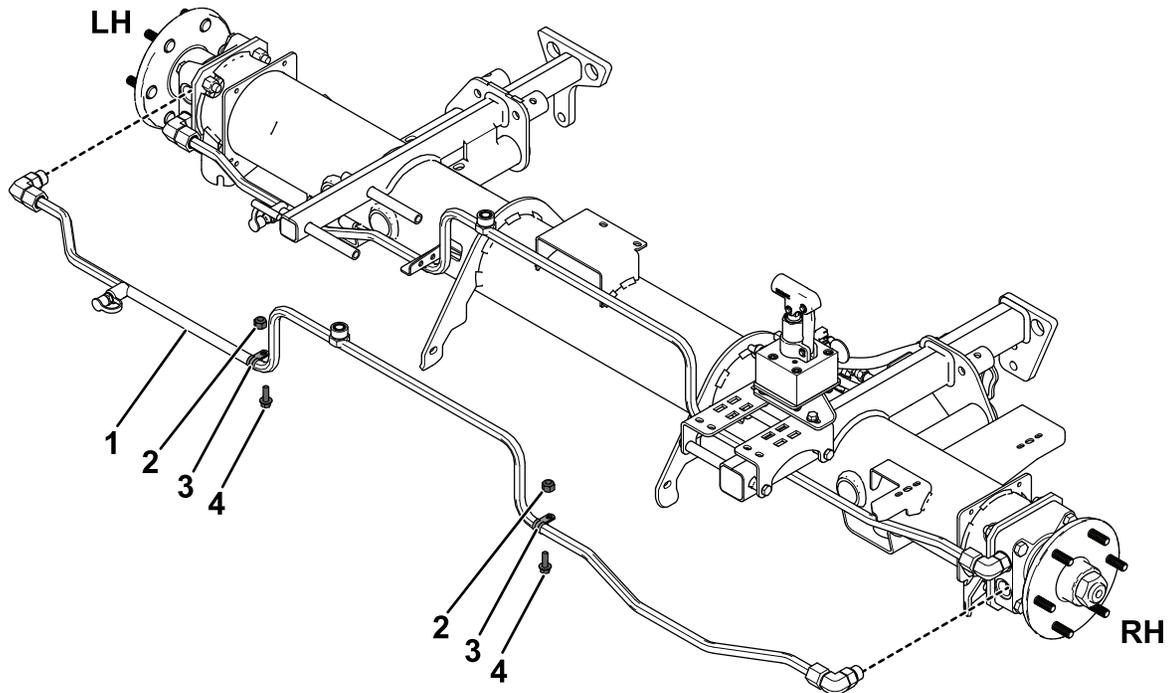

Figura 11
3. Desconecte el tubo hidráulico del acoplamiento superior del motor de rueda delantero izquierdo y del acoplamiento inferior del motor de rueda delantero derecho (Figura 11).
4. Retire las abrazaderas en R que sujetan el tubo al bastidor (Figura 11) y las bridas que sujetan los cables de freno a los tubos hidráulicos.